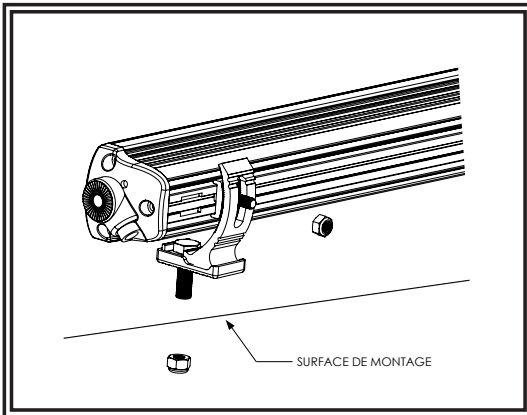

Figure 1
1. Insérer les deux petits boulons à tête hexagonale dans le canal arrière de la barre. Fixer sans serrer les supports à l'arrière de la barre, comme indiqué en FIGURE 1.